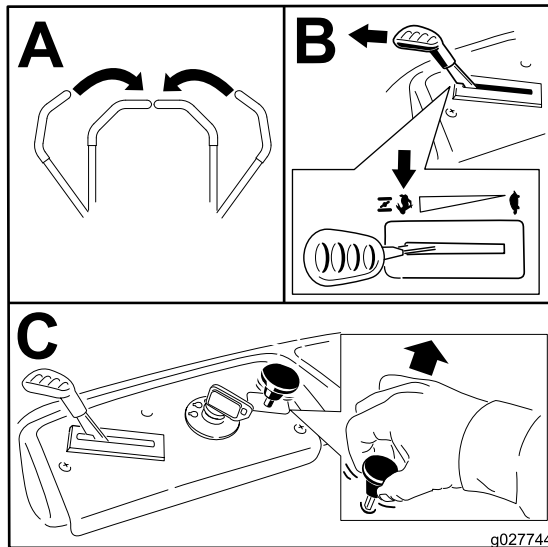

Figura 13
Nota: Siempre engrane las cuchillas con el acelerador en la posición de Rápido (Figura 13).
2. Mueva la palanca del acelerador a la posición de Rápido (Figura 13).